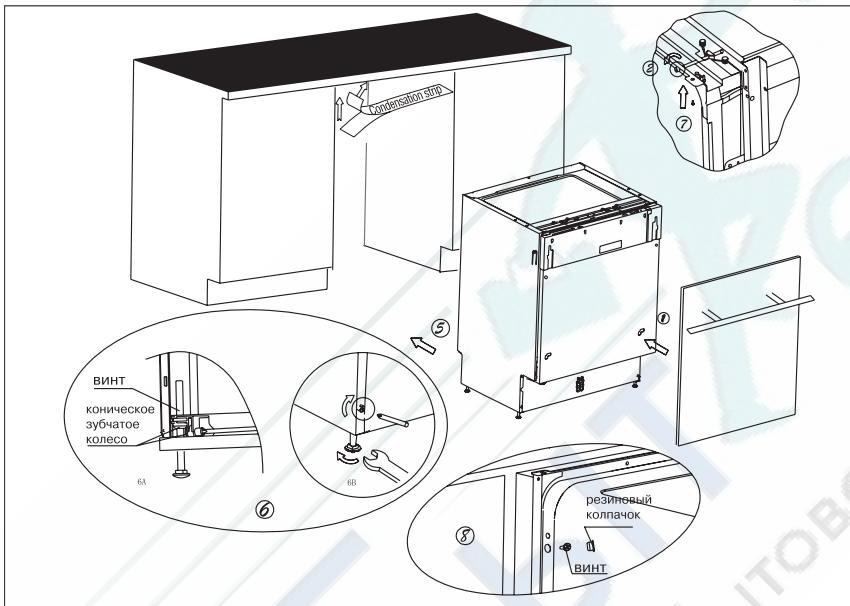

Рис. 7. Последовательность установки посудомоечной машины
1. Используя скобы, прикрепите декоративную дверцу от вашей мебели к дверце машины (см. п. 1 на рис. 7).
стрелки для того, чтобы ослабить пружины дверцы. Невыполнение данной операции может привести к повреждению посудомоечной машины (см. п. 2 на рис. 7).
6. Поместите посудомоечную машину на направляющие (см. п.4 на рис. 7).
9. Выровняйте машину. Задние ножки можно регулировать винтами, расположенным спереди (см. п. 6а на рис. 7). С помощью ключа отрегулируйте передние ножки (см.п. 6в на рис. 7).
- A. Если у Вас столешница из дерева или ДСП, прикрутите машину к ней шурупами по дереву, будьте осторожны, вес машины может вырвать шурупы из дерева (см. п. 7 на рис. 7).
- B. Если у Вас мраморная или гранитная столешница используйте скобы, чтобы прикрепить машину к стенам соседней мебели, при этом необходимо закрыть винты резиновыми шляпками, чтобы не повредить столешницу (см. п. 8 на рис. 7).